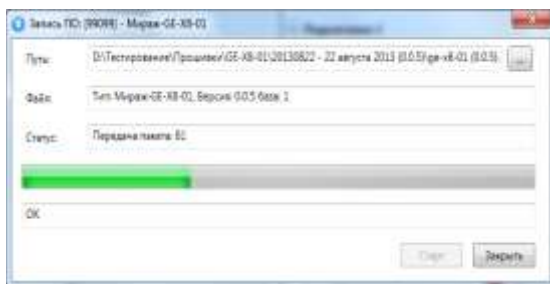

Рис.38. Запись программного обеспечения
- ✓ В появившемся окне *Запись программного обеспечения* в строке *Статус* (рис. 38) будет отображено количество переданных пакетов прошивки;